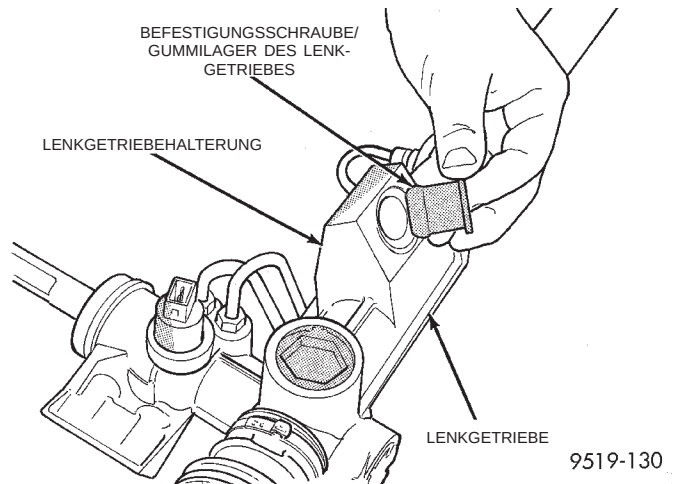

**Abb. 25 Gummilager der Befestigungsschraube einbauen**
(1) Das neue Gummilager mit Mopar Silikonspray oder gleichwertigem Gleitmittel schmieren.
(2) Das Gummilager von der Unterseite der Halterung in die Lenkgetriebehalterung einbauen (Abb. 25).